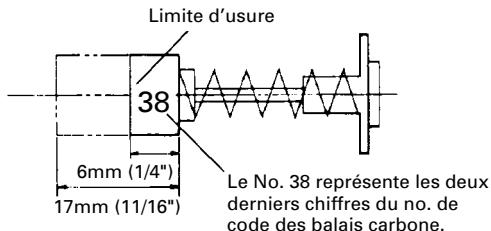
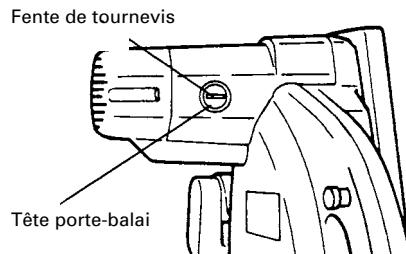

Fig. 43
Fig. 44
3. Inspecter les balais carbone (Fig. 43 et Fig. 44)
En conséquence, inspecter périodiquement les balais en carbone et les remplacer lorsqu'ils ont atteint la limite d'usure comme indiqué à la Fig. 43.
Par ailleurs, maintenir les balais carbone propres de façon qu'ils glissent régulièrement dans les porte-balai. Les balais carbone sont faciles à retirer ; pour cela, retirer les têtes porte-balai (voir Fig. 44) avec un tournevis à tête plate (signe moins).